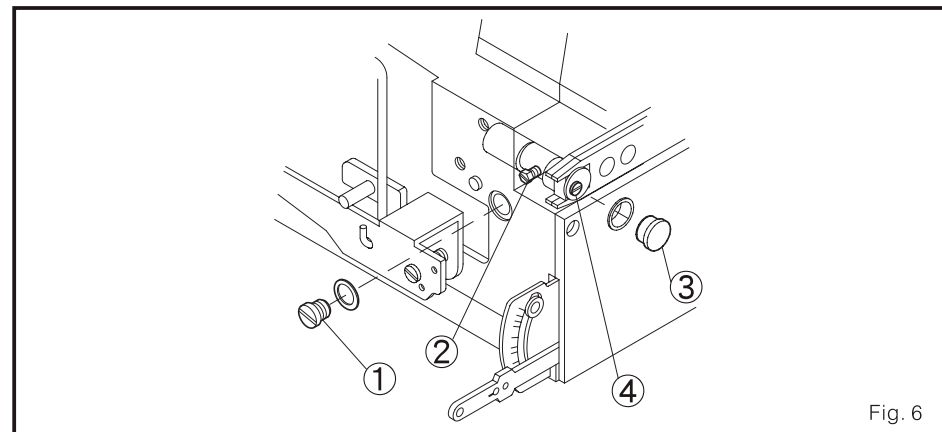

Fig. 6
1. Quando a alavanca do transportador mexer ao ponto mais alto, a superfície dos dentes do transportador denteado devem ser inclinados adiante (Fig. 6)